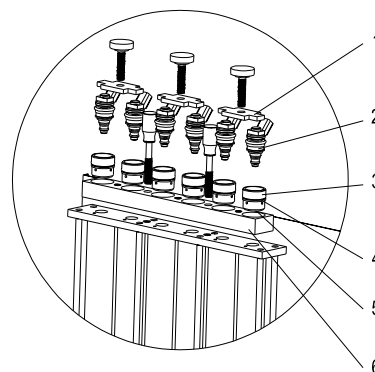

Рис. 05
- 4) Установить распределитель топлива на установку и зафиксировать его с помощью двух рифленых болтов (черн.). См. Рис. 05.